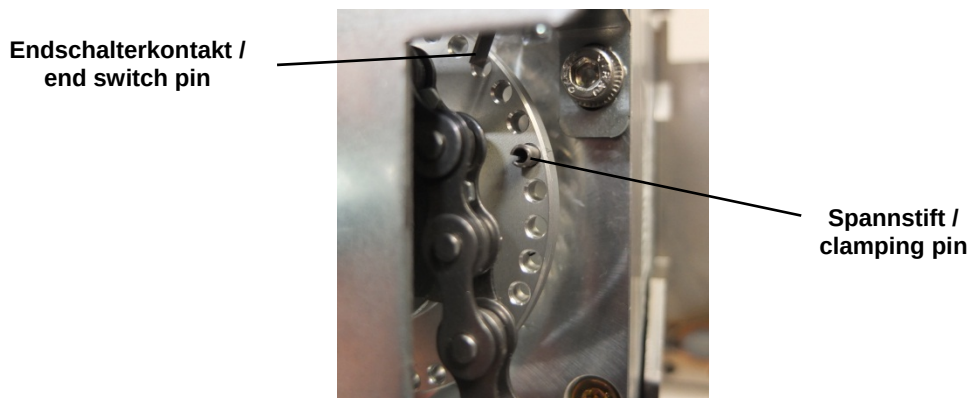

Abb. 22: Lochscheibe / pict.22: punched disc
-  Damit ein Verhaken der Endschalterkontakte mit dem Spannstift vermieden wird, die Spannstifte mit der Öffnung nach innen (s. Abb. 22) in die Lochscheibe einsetzen.